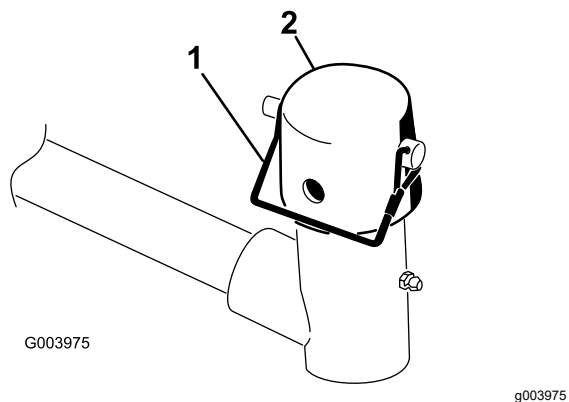

Figura 4
3. Pentru fiecare bra de ridicare a unităii de tăiere, îndepărtați tiftul de prindere care fixează capacul pe furca pivotului braului de ridicare și îndepărtați capacul (Figura 4).